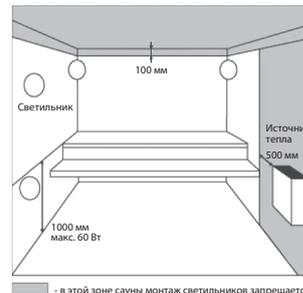

Рисунок 1.
- При установке светильников в помещениях с высокими температурами и повышенным уровнем влажности необходимо учитывать следующие ограничения по установочным зонам (см. рисунок 1). Монтаж светильников должен выполнять квалифицированный специалист.